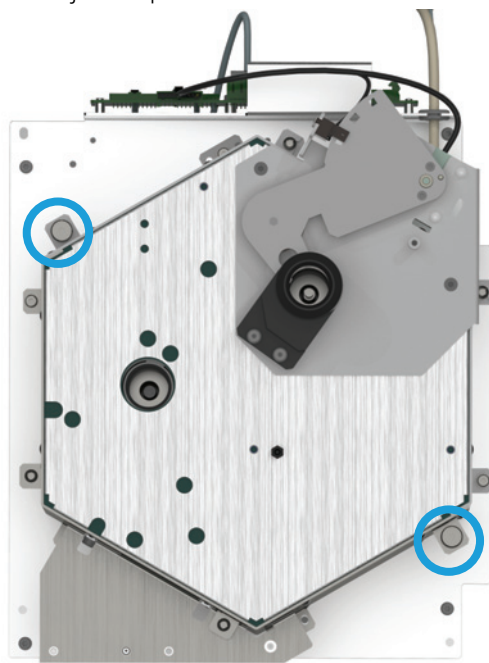

Figura 13. Afloje los tornillos de la unidad superior del horno
- b Afloje completamente los dos tornillos cautivos T-20 Torx (**Figura 13**).